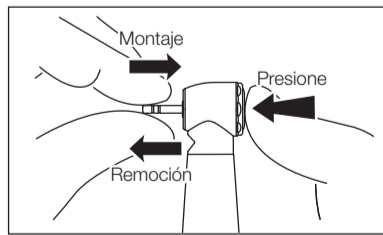

Fig. 3
- Oprima el botón Ultra Push e introduzca la fresa profundamente dentro del mandril (Fig. 3). Después de haber sido colocada la fresa, verifique si está adecuadamente colocada, jalando de la misma.